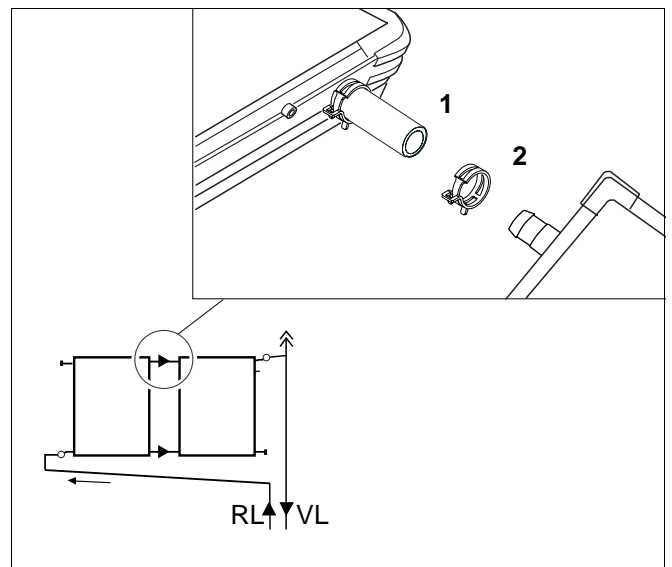

Abb. 18 Kollektoren zusammenschließen
- Vor dem Montieren der nächsten Kollektoren zunächst die Federbandschellen (Abb. 18, Pos. 2) über die vormontierten Solarschläuche schieben.
- Beim Einlegen der nächsten Kollektoren die vormontierten Solarschläuche (Abb. 18, Pos. 1) in die Anschlüsse des bereits montierten Kollektors einschieben. Anschließend den Kollektor zwischen den Kollektorhaltern herablassen.